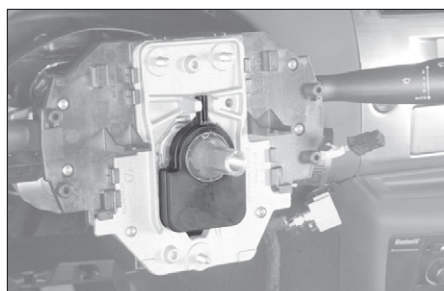

FIG. 34
- Déposer le capteur d'angle de volant (Fig.34).